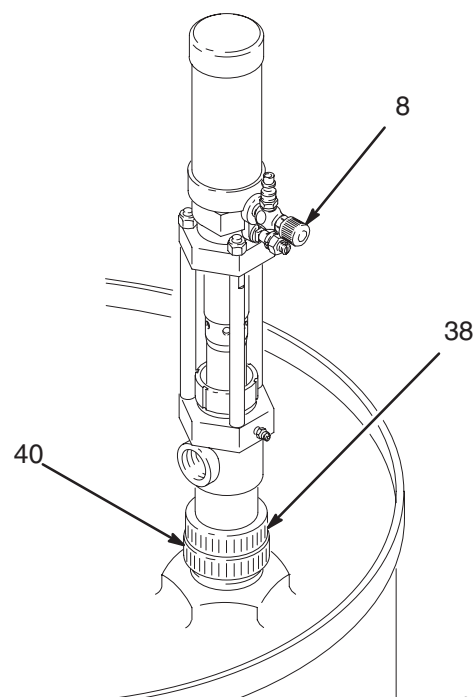

Fig. 1
1. Skru spunstapptilpasseren (40) og pumpen godt inn i toppen av fatet. Se Fig. 1.
2. Trekk holderen (38) godt til slik at tetningen blir helt lufttett.
3. Del identifikasjonsmerket (15) i to langs perforeringen. Rengjør luftmotorens overflate med et oppløsningsmiddel og sett på det aktuelle merket (RES eller ISO) for å identifisere væsketypen som blir pumpet.